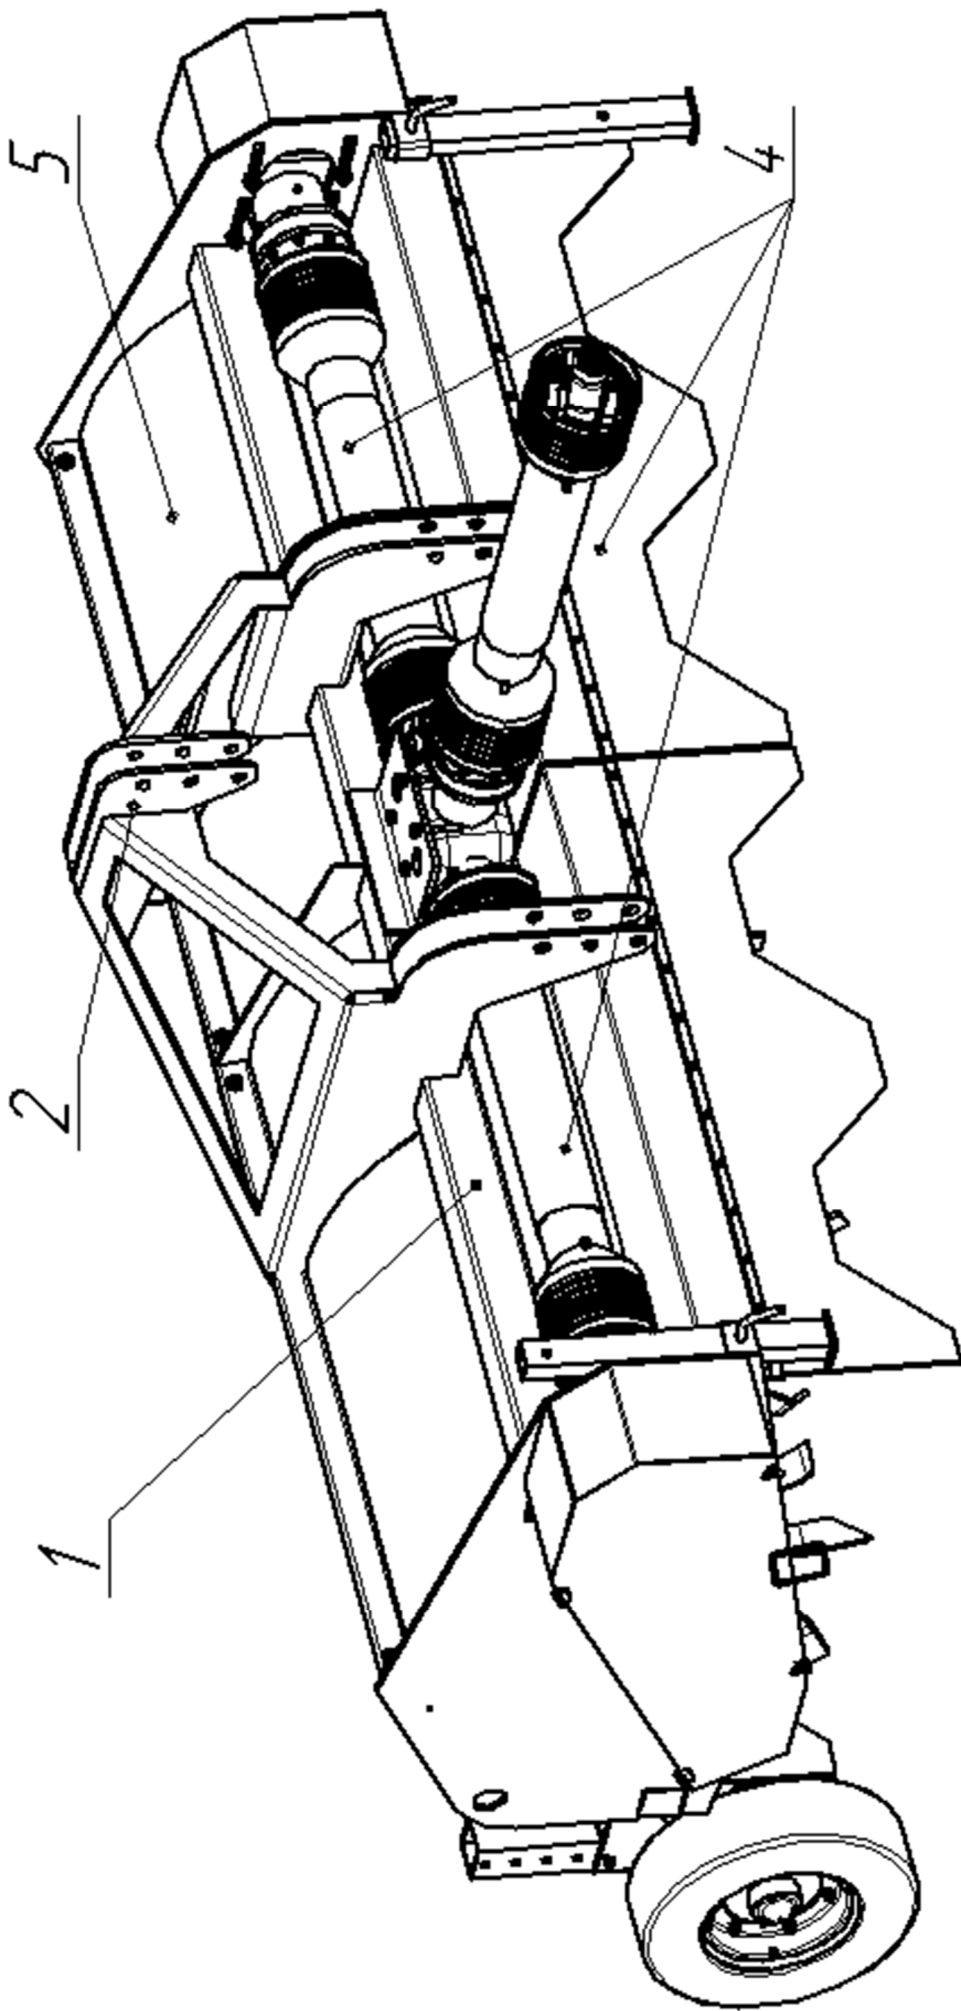

Рисунок 2 – Общий вид
2.3 Навесное устройство 2 имеет 3 верхних отверстия для крепления центральной тяги навесной системы трактора, и по три отверстия для крепления нижних тяг навесной системы трактора (см. рис.2).